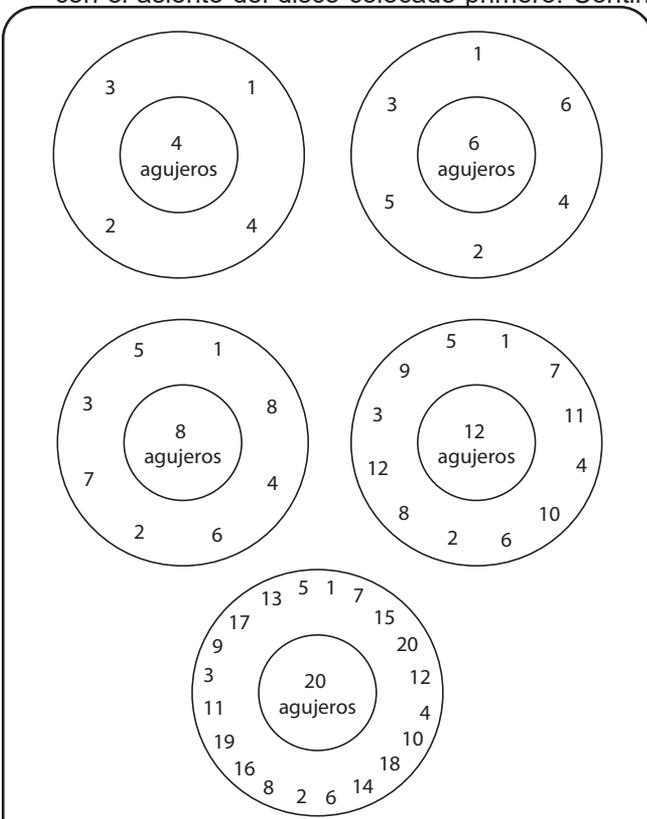

Figura 21: Patrones de apriete de pernos
7. Instale la placa de cubierta en la parte superior de la base de modo que el piloto esté alineado para las conexiones adecuadas de la tubería. Tenga en cuenta la longitud de los pernos o los tornillos de sombrerete. Los dos más largos se asentarán sobre la línea vertical del puerto de detección de entrada en la base principal de la válvula piloto. Instale el soporte entre la placa de cubierta y la tuerca o el tornillo de sombrerete. Apriete de acuerdo con los valores mostrados en la Tabla 9 en incrementos de 15 ft-lb (20 N-m) asegurándose de que haya un espacio uniforme entre la base y la placa de cubierta. Apriete de acuerdo a la secuencia mostrada en la Figura 21. Asegúrese de que el soporte esté alineado de manera que los dos orificios piloto de fijación más pequeños estén por encima del plano horizontal de la placa de cubierta.
7. Instale la placa de cubierta en la parte superior de la base de modo que el piloto esté alineado para las conexiones adecuadas de la tubería. Tenga en cuenta la longitud de los pernos o los tornillos de sombrerete. Los dos más largos se asentarán sobre la línea vertical del puerto de detección de entrada en la base principal de la válvula piloto. Instale el soporte entre la placa de cubierta y la tuerca o el tornillo de sombrerete. Apriete a los valores encontrados en la Tabla 9 usando los patrones de par de torsión de la Figura 21 y la Tabla 10.